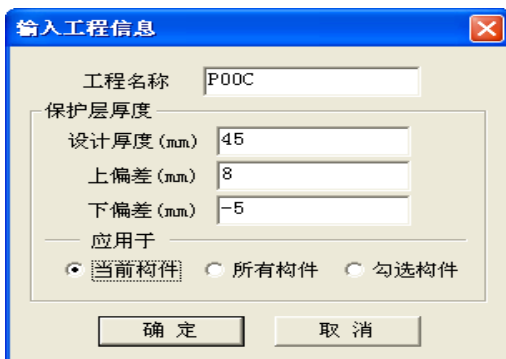

图6-6 工程信息
**6.3.8 工程信息：**可以修改工程名称，保护层厚度等信息如图6-6